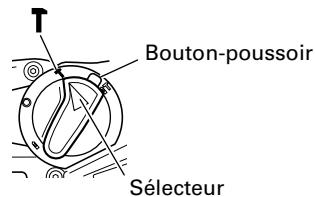

Fig. 12
Le foret de cette perceuse peut être mis en mode de percussion uniquement en appuyant sur le bouton pressoir et en tournant le sélecteur sur le repère T. (Fig. 12)
(3) Tourner le sélecteur sur le repère **T**. (Fig. 12)